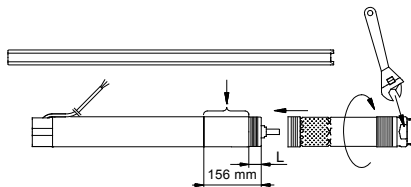

Fig. 6
1. Placera motorn horisontellt i ett skruvstöd och spänn fast den, se fig. 6.
En skiftnyckel kan användas på pumpdelens spännytor, se fig. 6.